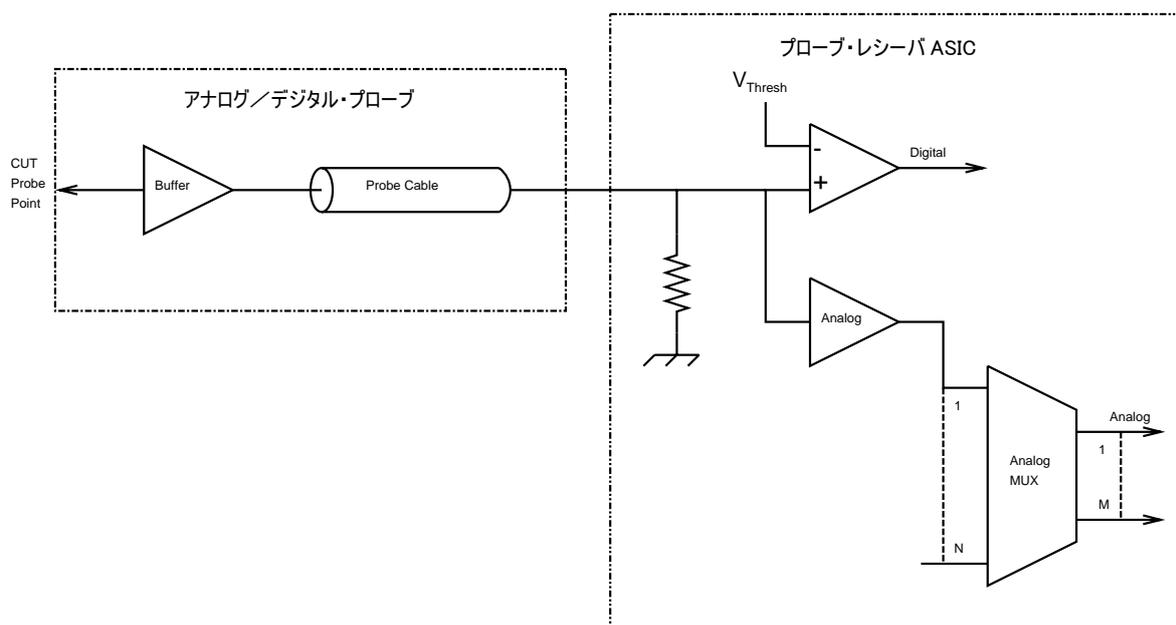

図 5. iCapture アナログ MUX のブロック図。
- テクトロニクス特許 (US Patent no. 6847199, "Capturing Both Digital and Analog Forms of a Signal Through the Same Probing Path") の iCapture® アナログ MUX 機能により、1 本のプローブ使用でアナログとデジタルの両方が測定できます。これにより、アナログとデジタルで異なったプローブを使用する必要がなくなります。まずテクトロニクスのロジック・アナライザで装備され、次いで高性能 MSO (ミックスド・シグナル・オシロスコープ) で装備されました。iCapture アナログ MUX は、入力信号の中から最大 4 チャンネルを選択してアナログで観測することかでき、同時にデジタルでも観測することもできます。図 5 に、アナログ MUX の概要を示しています。